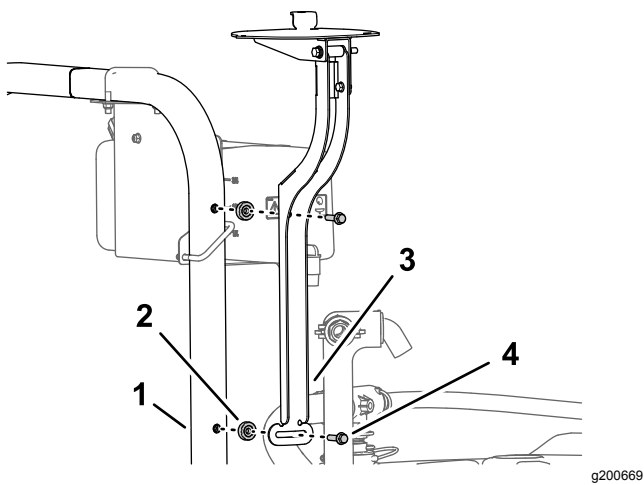

Figura 154
1. Monte el soporte del receptor y el espaciador (3/8" x 7/16") en la barra antivuelco con el perno con arandela prensada (3/8" x 1 1/2"), según se muestra en Figura 154.